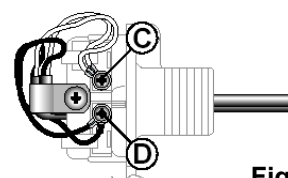

Fig.8
4. Allentate le viti di fissaggio dei punti (C) e (D). Collegatevi i connettori del cavo elettrico e stringete le relative viti. Non è necessario rispettare colore o polarità del cavo. (Fig.8)